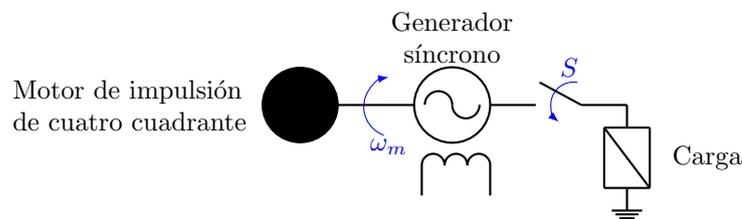

Figura 1: Circuito para desarrollar la práctica.
1. Monte el circuito de la figura 1, en un grupo de *LabVolt*. Tenga en cuenta en conectar las resistencias en *Y*, realice esta parte para valores de resistencias de 600 Ω , 400 Ω y 300 Ω . Además, de la conexión *Y*, el neutro está conectado con el del generador. Recuerde conectar el circuito de campo también.
1. monte el circuito de la figura 1, ahora cambiando la carga resistiva por la carga capacitiva conectada en *Y*.
Nota: Esta curva se debe realizar en vacío, esto es, con el interruptor del lado derecho de la figura 1 (el de la carga) abierto. Tome por lo menos 10 valores y una vez finalizada la toma de datos abra el interruptor del lado izquierdo para desenergizar el grupo.